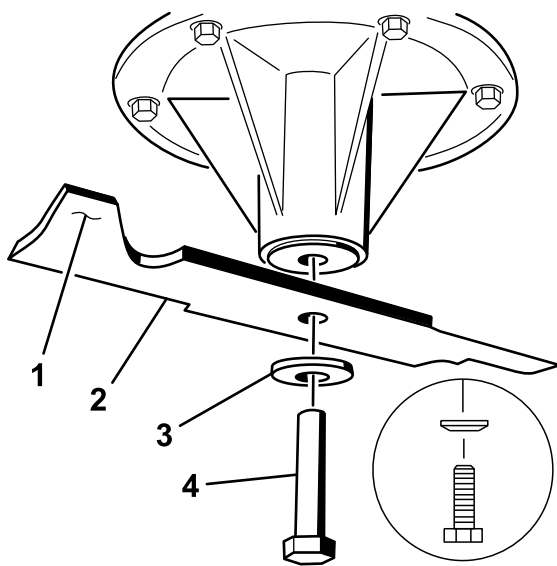

Figure 80
2. Enlevez de l'axe le boulon, la rondelle bombée et la lame (Figure 80).
1. Placez la lame sur l'axe (Figure 80).
2. Montez la rondelle bombée et le boulon de lame (Figure 80).